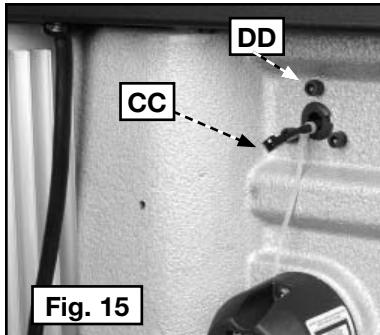

Fig. 15
La luz de trabajo LED incluida deberá ser fijada al costado del cabezal donde está el hilo (CC) Fig. 15.
**NOTA:** Antes de conectarla, tenga cuidado de no empujar el hilo (CC) dentro del cabezal, ya que será difícil recuperarlo.
1. Retire los tres tornillos de 6 mm (uno aparece en DD) Fig. 15.